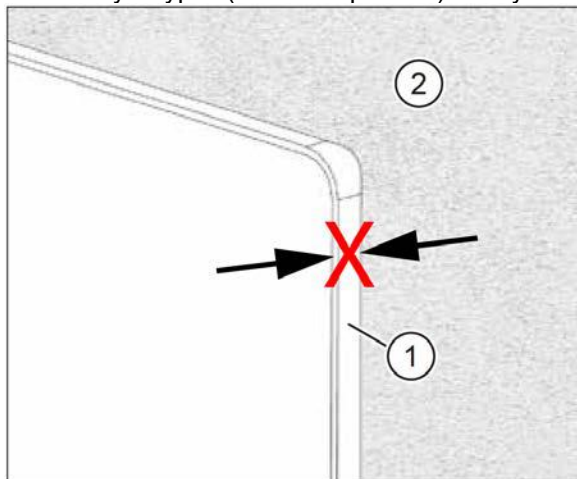

Рис. 21: штукатурная рамка выступает над штукатуркой
- Штукатурная рамка (поз. 1 на рис. 21) выступает над штукатуркой (поз. 2 на рис. 21).